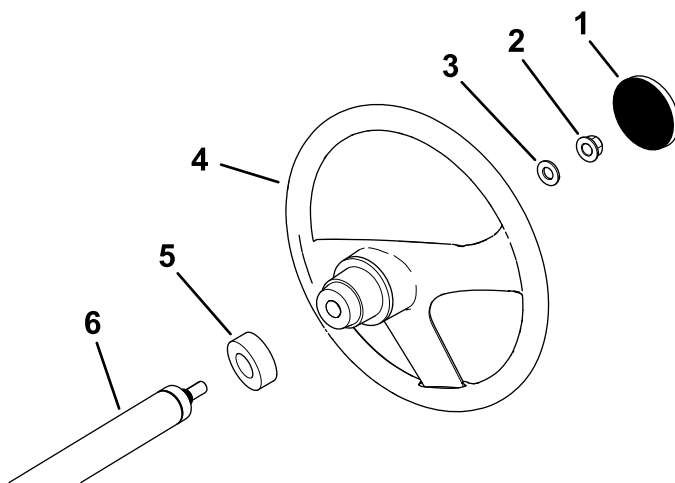

Figura 3
1. Si la tapa está instalada, retírela del centro del volante (**Figura 3**).
2. Retire la contratuerca (½") de la columna de dirección (**Figura 3**).
3. Coloque el volante, el protector de polvo y la arandela (½") sobre la columna de dirección (**Figura 3**).
5. Instale la tapa en el volante (**Figura 3**).